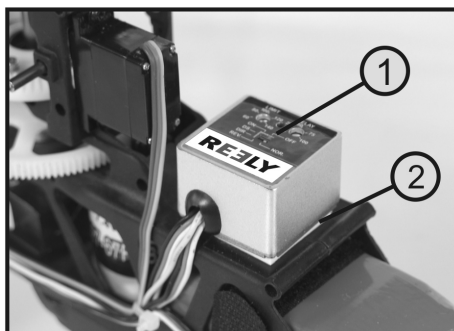

Figure 19
Pour que le gyroscope (1) puisse stabiliser l'arrière de l'hélicoptère, il doit impérativement être relié au châssis avec l'amortissement des vibrations, mais solidement. C'est pourquoi une bande adhésive double face en mousse a été utilisée sur la plateforme de montage pour fixer le gyroscope (voir fig. 19, pos. 2).